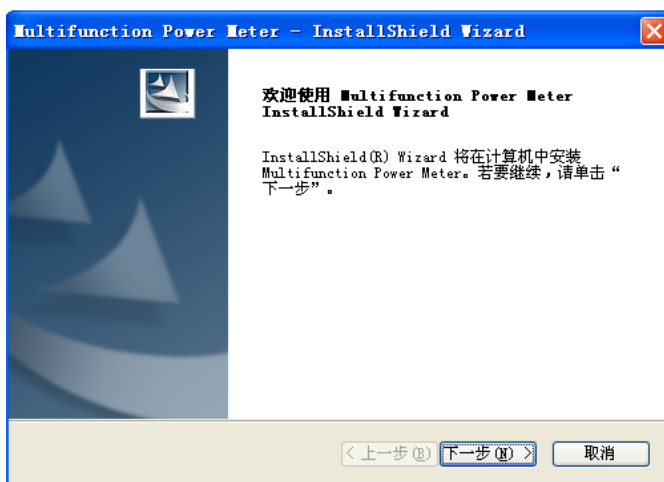

图 3
4. 软件会自动进入如下界面, 如图 3, 点击下一步出现图 4 界面。